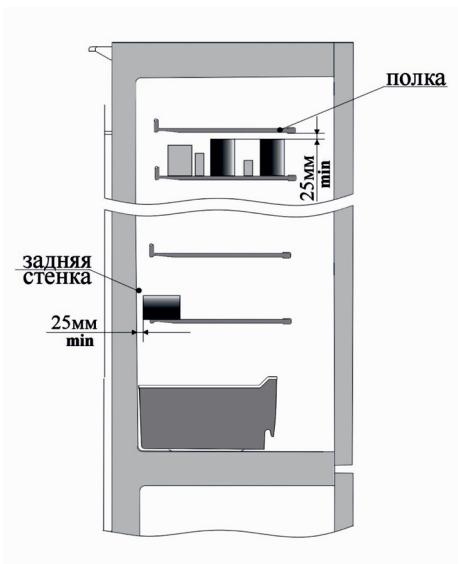

Рис. 4
**Для нормального функционирования холодильника-морозильника обеспечьте свободную циркуляцию воздуха внутри холодильной камеры, укладывая продукты и напитки так, чтобы по всей высоте холодильной камеры оставался зазор не менее 25 мм между продуктами на полках и испарителем, задней стенкой шкафа, между продуктами и выше расположеными полками (см. рис. 4).**